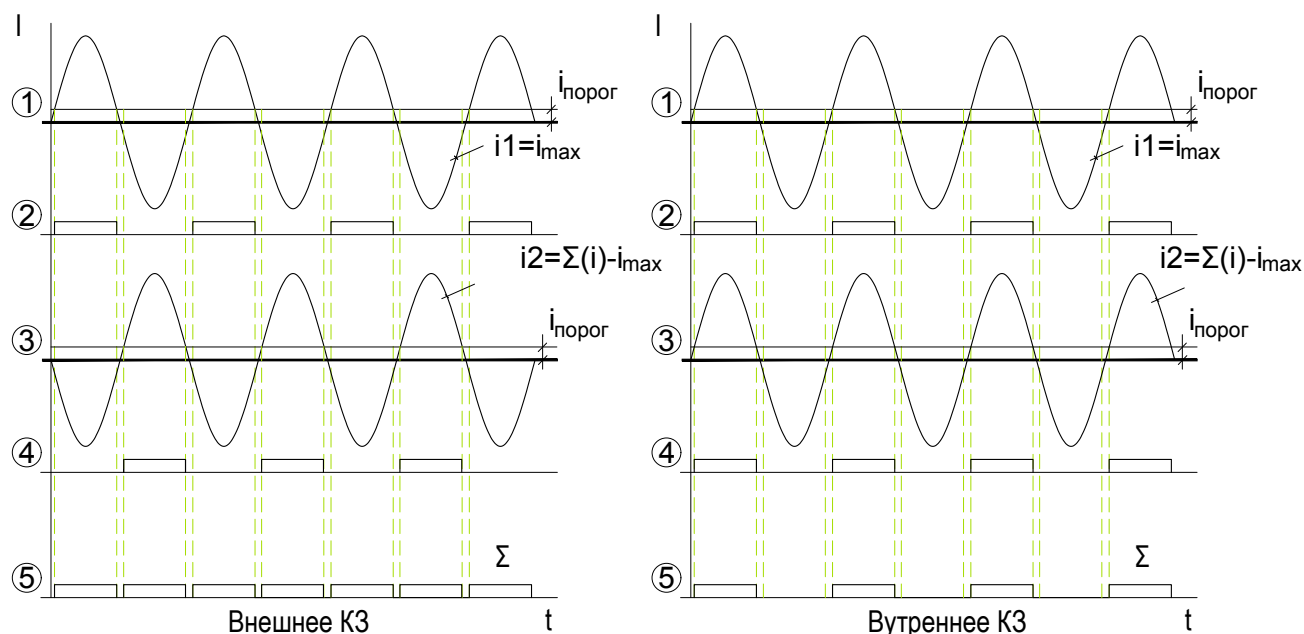
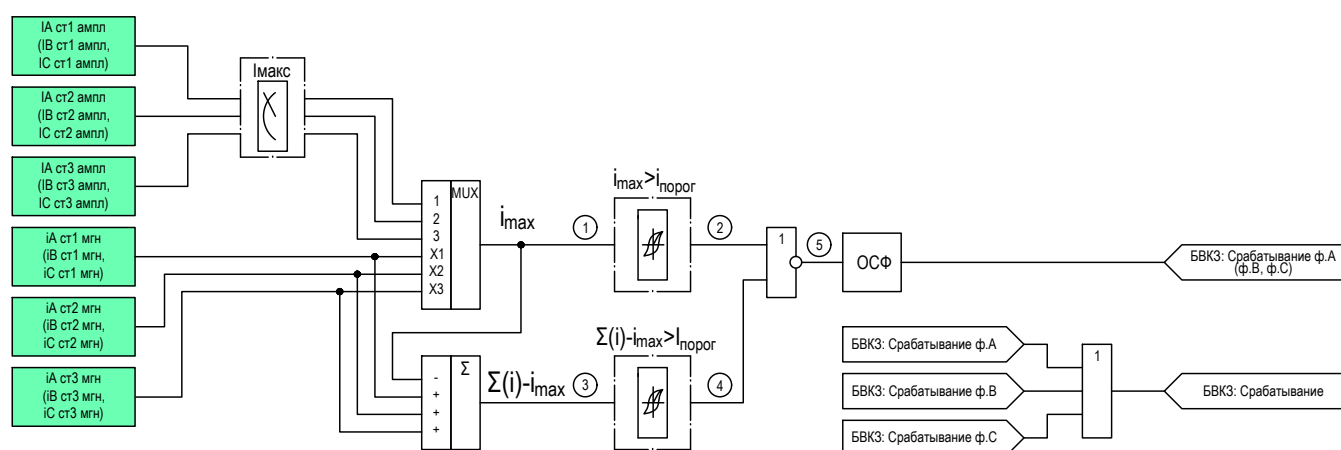

Рисунок 2.7 – Временные диаграммы работы БВК3
Рисунок 2.8 – Функциональная схема логики БВК3
2.2.8.3 Временные диаграммы работы функции в режимах внешнего и внутреннего КЗ приведены на рисунке 2.7, для однозначного соответствия точек измерения на функциональной схеме (рис. 2.8) и на временных диаграммах (рис. 2.7) точкам измерения присвоены цифры ①...⑤. На функциональной схеме (рис. 2.8) и временных диаграммах (рис. 2.7) указаны точки измерений.
2.2.8.5 Во время положительной полуволны тока каждой из сравниваемых величин устанавливаются сигналы 1 на определенных элементах схемы. Далее эти сигналы суммируются. При внешних КЗ в сумме сигналов практически отсутствуют паузы (паузы обусловлены пороговыми значениями элементов сравнения). При внутренних КЗ паузы по длительности приближаются к значению времени полупериода (см. рисунок 2.7). Длительность паузы является критерием блокировки при внешних КЗ. Вторая по счету от начала повреждения длительная пауза дает разрешение на работу ДЗТ.